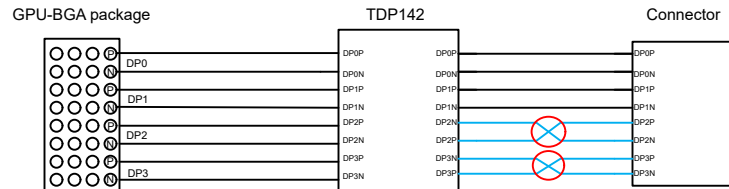
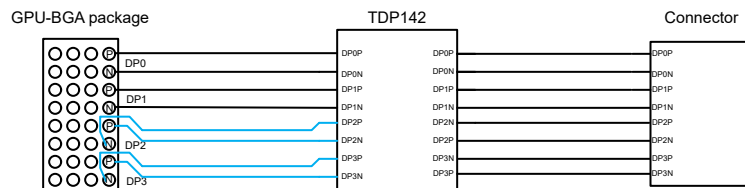

図 6-1. 出力側での信号交差
図 6-2. INDP2 と INDP3 の極性スワップ
- デバイスの出力ピンとコネクタとの間の順序が一致していないため、レイアウトでは OUTDP2 と OUTDP3 で信号が交差する可能性があります。設計の 1 つは、GPU が BGA パッケージの場合にデバイスの入力で極性をスワップすることです。これにより、使用するビアの数を最小限に抑えることができます。図 6-1 と図 6-2 を参照してください。